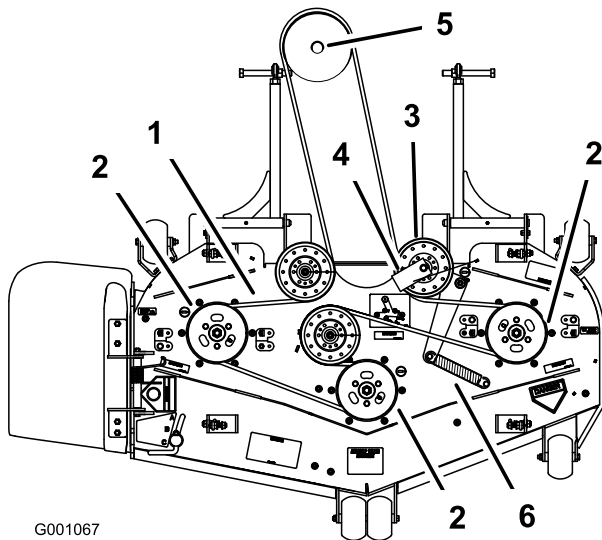

Bild 68
- Verlegen Sie den neuen Riemen um die Mähwerk- und Getriebespannscheiben unter dem Motor (Bild 68).
- Setzen Sie die Riemenführung mit einem Winkel von 45 Grad auf dem gefederten Spannarm ein, siehe Bild 68.
- Haken Sie die Spannscheibenfeder in die zwei Pfosten ein (Bild 68).